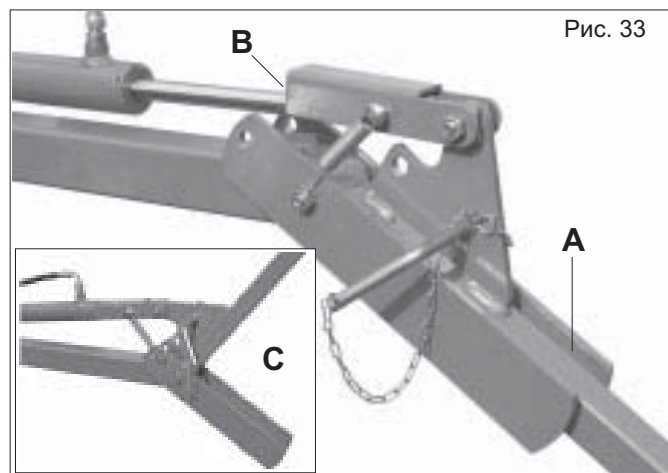

Рис. 33
- 3) Включить гидродинамическую установку, приведя рычаги бороны в положение конца хода (А Рис. 33).
- 6) Убедитесь, что стопорная скоба расположена правильно вдоль стержня цилиндра (В Рис. 33).
Данная операция позволяет во время разворотов или во время любого другого маневра при приподнятом агрегате, поднять частично борону прикрытия семян (С Рис. 33) и расположить ее правильно при опускании сеялки.